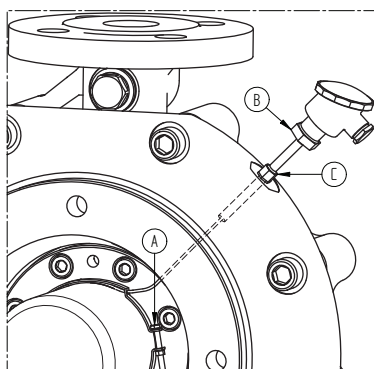

Figure 5: Branchements à l'intérieur de la sonde de température
- 3 Si la pompe est équipée d'une sonde de température, retirez délicatement le collier de serrage en desserrant la vis A (figure 5). Ensuite, desserrez d'abord la vis B, puis la vis C, et retirez la tête de raccord et le tube de raccordement tout en faisant passer la sonde de température à travers le trou pour la retirer.
- 14 Si la pompe est équipée d'une sonde de température, faites passer la sonde de température à travers le trou pour l'installer, puis montez la tête de raccord et le tube de raccordement sur le couvercle intermédiaire. Ensuite, faites passer la sonde de température par le trou pour la placer dans le collier de serrage, puis montez le collier de serrage comme illustré sur la figure 5.